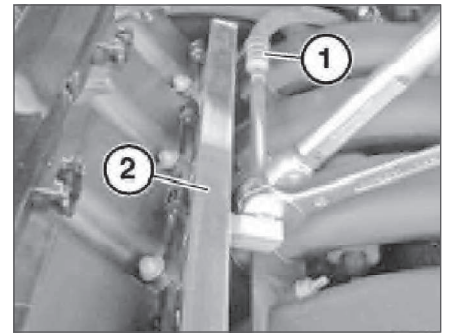

Рис. 6.223. Топливопровод
- При отсоединении топливопровода (1, рис. 6.223) от распределительной магистрали (2) следует придерживать магистраль с помощью гаечного ключа. Для перекрытия топливного шланга следует использовать приспособление «32.1.270».